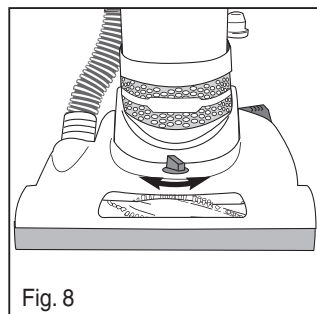

Fig. 8
- 1) Ajuste la altura para alfombra alta, media, o baja (Fig. 8).